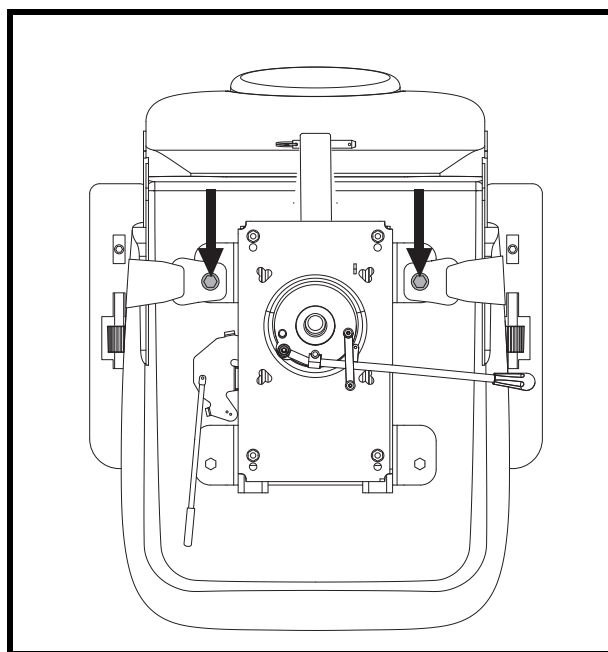

Figura 18. Bulloni per cinture di sicurezza
2. Posizionare la seduta a testa in giù per poter lavorare sulla base della seduta. **Vedere figura 18.**